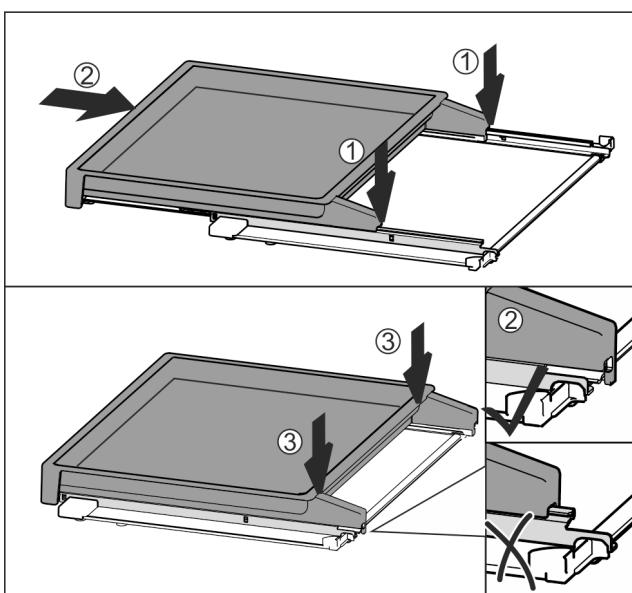

Fig. 62
- Встановіть по центру на рейки Fig. 62 (1).
- Повністю вставте витяжну панель Fig. 62 (2).
- Натиснути на задній бік, доки вона не зафіксується зі звуком Fig. 62 (3).